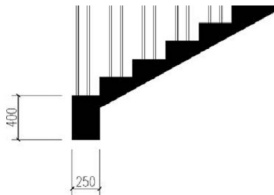

图 4.117 绘制楼梯基础
5) 按照图 4.117 所示的尺寸绘制楼梯基础
(1) 同时打开“1:100 剖面图”文件和“楼梯”文件,并将“楼梯”文件置为当前文件,然后执行菜单栏中的【编辑】|【带基点复制】命令。
(2) 在**指定基点**:提示下,选择如图 4.117 所示的 A 点作为复制的基点。
(3) 在**选择对象**:提示下,将绘制好的楼梯全部选中,按 Enter 键结束命令。